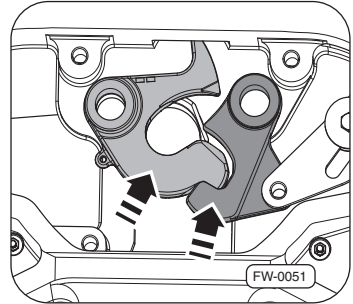

Abb. 35 · Schlosstück und Verschlussklinke einsetzen
1. Das neue Schlosstück und Verschlussklinke einsetzen ⇒ Abb. 35.